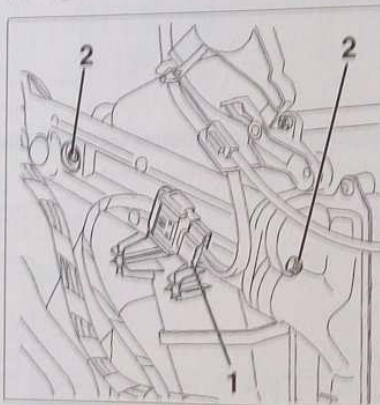

FIG.5
- Débrancher le connecteur (1) (Fig.5).
- les vis de fixation (2) des tuyaux de radiateur de chauffage.